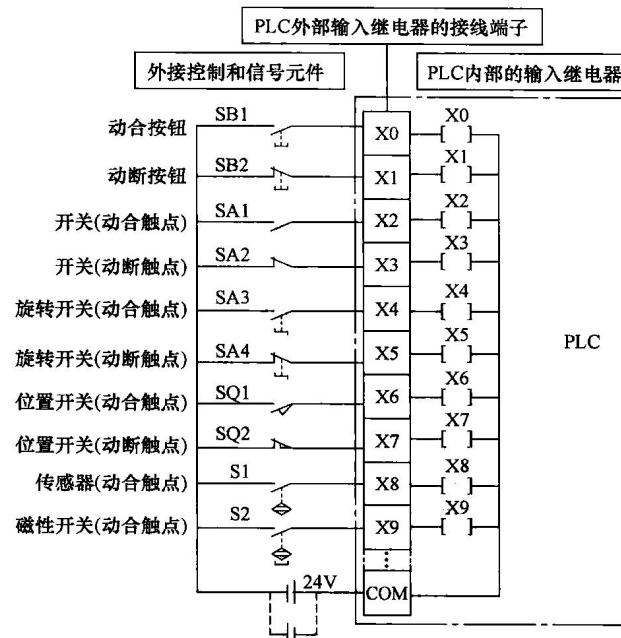

图 1-8 PLC 外部输入继电器 (X) 与部分外接元件
PLC 输入端是由多个外部输入继电器 (X) 组成，用于接收与 PLC 输入端相接的外接元件的指令信号。从图 1-8 可见，可以与外部输入继电器 (X) 连接的硬元件主要有各种开关、按钮及传感器等。